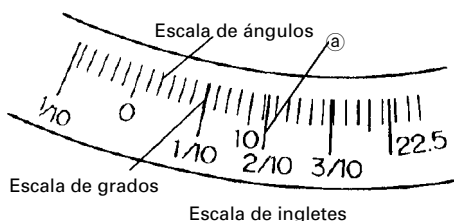
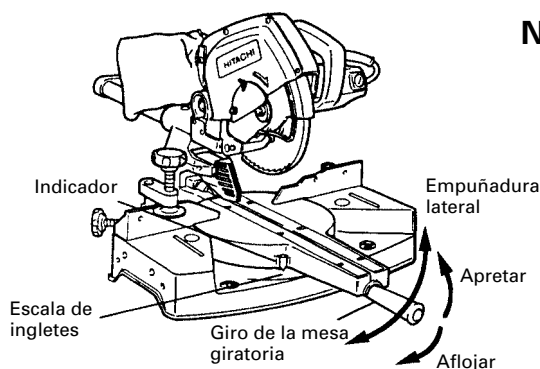

Fig. 24
Fig. 26
- (1) Afloje la empuñadura lateral y ajuste la mesa giratoria hasta que el indicador quede alineado con el valor deseado de la escala de ingletes (Fig. 26).
- (2) Vuelva a apretar la empuñadura lateral para asegurar la mesa giratoria en la posición deseada.
- (3) La escala de ingletes (Fig. 24) indica tanto el ángulo de corte de la escala de ángulos como el gradiente en la escala de ángulos.
- (5) Por lo tanto, para cortar una pieza de trabajo con un grado de 2/10, ajuste el indicador a la posición ② como se indica en la Fig. 24.